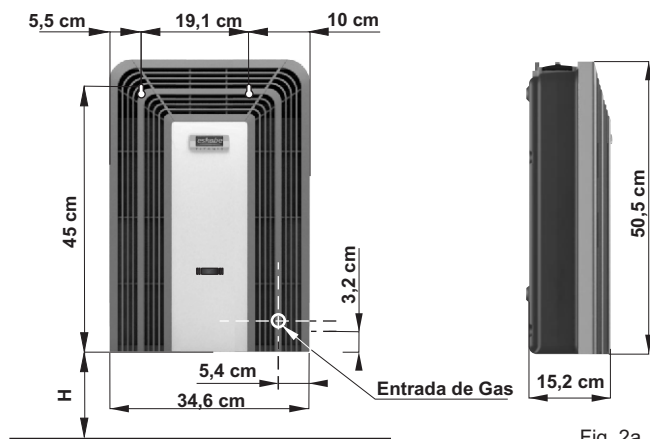

Fig. 2a
- Marque una línea horizontal a una altura $H + 45$ cm (Fig. 2a, 2b, 2c).